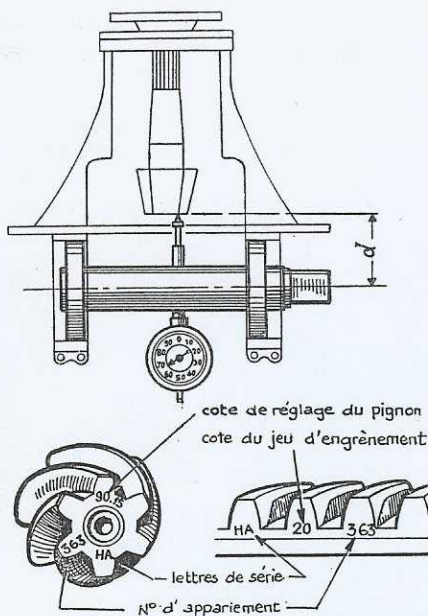

Fig. 28. — Réglage du pignon d'attaque
• Lire sur la face du pignon d'attaque la cote (exprimée en centièmes de millimètre) indiquant la distance conique relevée sur la machine à roder. (Ce nombre indique la distance « d » entre l'axe du différentiel et l'extrémité du pignon d'attaque (fig. 28).